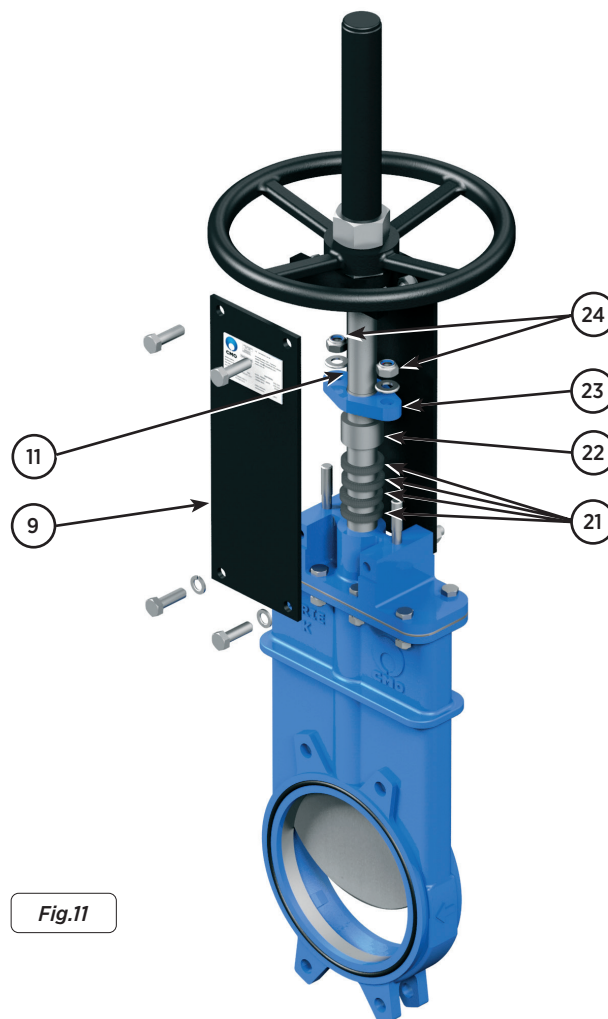

Fig.11
3. Aunque no sea imprescindible, para más comodidad y disponer de más espacio para trabajar se aconseja soltar una placa soporte (9) tal como se refleja en la fig.11.
4. Soltar las tuercas (24) y elevar sobre el vástago la brida prensaestopas (23) y el casquillo prensaestopas (22).
5. Extraer la empaquetadura (21) antigua mediante una herramienta puntiaguda, teniendo cuidado en no dañar la superficie del vástago (11).
7. Introducir la nueva empaquetadura (21). Durante esta operación es muy importante que ambos extremos de cada anillo estén perfectamente unidos. A continuación mostramos las dimensiones de empaquetadura (tabla 3).
8. Colocar el casquillo prensaestopas (22) y la brida prensaestopas (23) en su posición original, teniendo en cuenta que no deben de tocar el vástago (11), apretar cuidadosamente todas las tuercas (24) de modo cruzado, asegurarse que hay la misma distancia entre la brida prensaestopas (23) y el vástago (11) en toda la vuelta. Volver a montar la placa soporte (9).